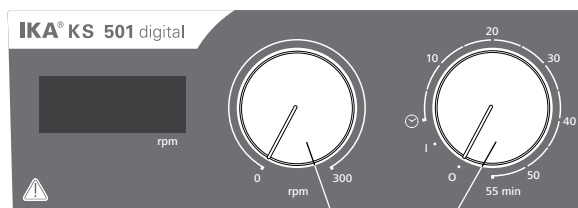

Fig. 3
- ⇒ Aby włączyć urządzenie, obrócić pokrętko „**Wł./wył.**” i „**Czasomierz**” (B, patrz Fig. 3) w kierunku zgodnym z ruchem wskazówek zegara do pozycji „1”.
- ⇒ Aby wyłączyć urządzenie, obrócić pokrętko „**Wł./wył.**” i „**Czasomierz**” (B) do pozycji „0”.
- ⇒ Aby włączyć urządzenie, obrócić pokrętko „**Wł./wył.**” i „**Czasomierz**” (B) w kierunku zgodnym z ruchem wskazówek poza pozycję “☉”.
- ⇒ Ustawić prędkość obrotową silnika za pomocą regulatora „**Prędkość obrotowa**” (C, patrz Fig. 3). Prędkość obrotową silnika można ustawić w zakresie od 0 do 300 rpm.